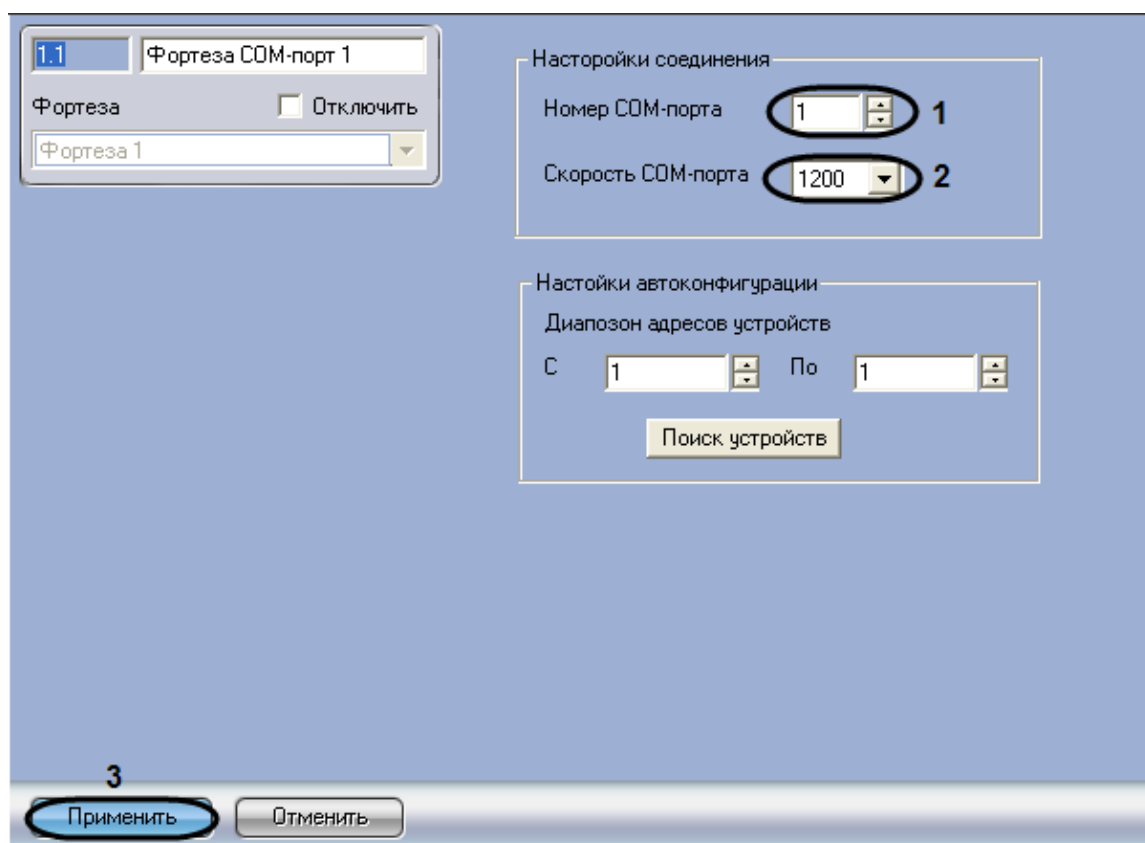

Рис. 3.3—2 Настройка COM-порта подключения
2. В поле **Номер COM-порта** с помощью кнопок **вверх-вниз** ввести номер порта подключения аппаратных средств *ПСЗ Фортеза* к Серверу (см. Рис. 3.3—2, 1).
3. Из раскрывающегося списка **Скорость СОМ-порта** выбрать скорость передачи данных по СОМ-порту (см. Рис. 3.3—2, 2).